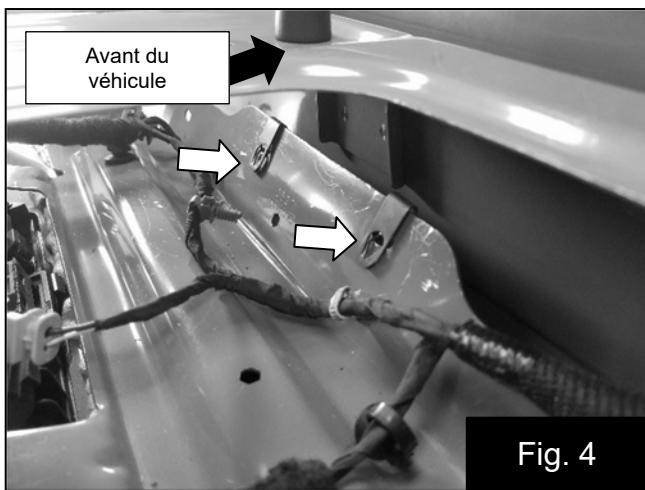

Fig. 4
- Installez les clips filetés fournis. Fig. 4